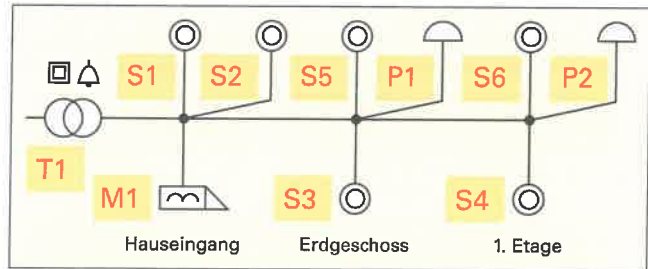

Bild 1: Übersichtsschaltplan
1. Der Übersichtsschaltplan im **Bild 1** (Kennbuchstaben der Betriebsmittel fehlen) zeigt eine Klingel- und Türöffneranlage für ein Gebäude mit zwei Wohnungen. Ergänzen Sie die **Tabelle** mit allen notwendigen Bestandteilen einer Klingel- und Türöffneranlage. Tragen Sie anschließend die entsprechenden Kennbuchstaben in **Bild 1** ein.